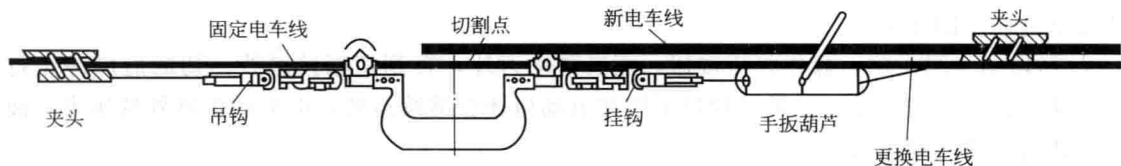

图 1-6 接触线紧固夹具整体安装
(1) 工具用途 阻止导线的旋转，形成稳定的操作空间，便于安装接触线接头，适用于 $85 \sim 150 \text{ mm}^2$ 接触线。接触线紧固夹具整体安装结构如图 1-6 所示。